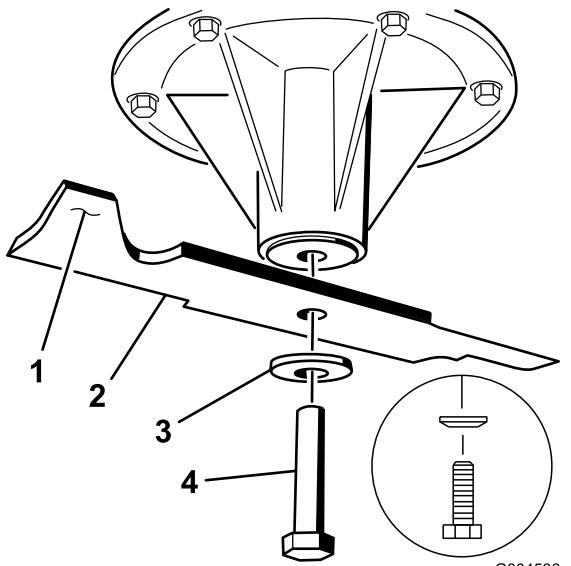

Рисунок 92
2. Установите нож на шпиндель (Рисунок 92).
3. Установите изогнутую шайбу и болт ножа (Рисунок 92).
Примечание: Изогнутую шайбу необходимо установить так, чтобы ее конусная часть была обращена к головке болта (Рисунок 92).